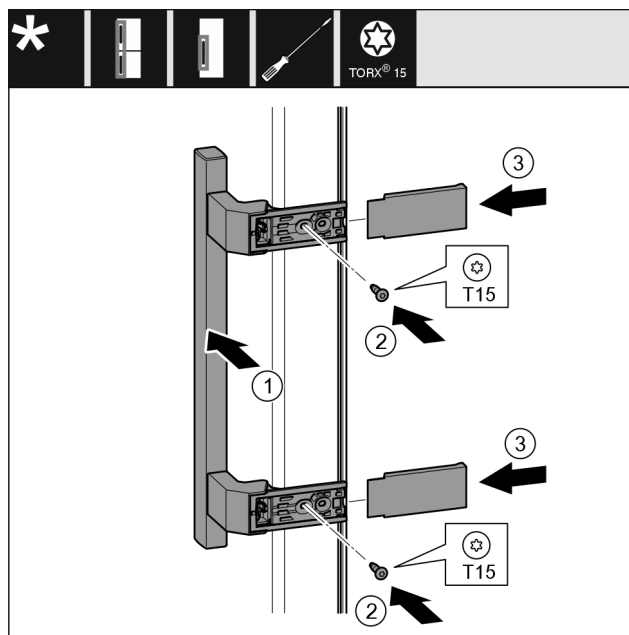

Fig. 19
- ▶ Postavite ručku Fig. 19 (1) na suprotnu stranu.
- ▶ Odvijačem pritegnite vijke Fig. 19 (2).
- ▶ Postavite poklopce Fig. 19 (3) bočno i natakните ih.